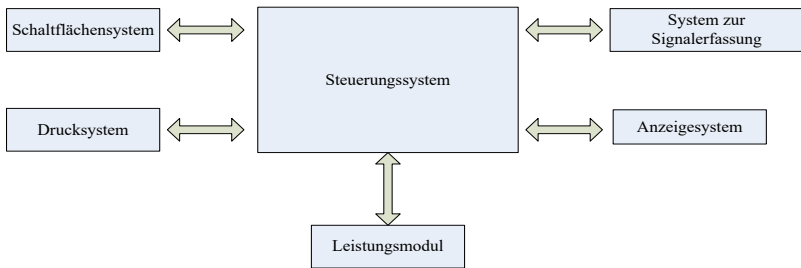

Abbildung 4-2 Blockschaltbild der Steuereinheit
(2) Das prinzipielle Blockdiagramm ist in Abbildung 4-2 dargestellt.